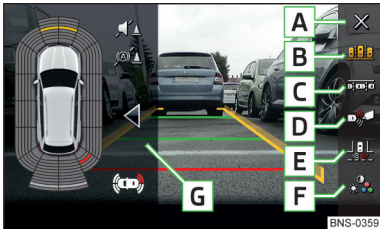

Abb. 278
Funktionsflächen » Abb. 278
- › Die Funktionsfläche **C** » Abb. 278 auf Seite 242 antippen.